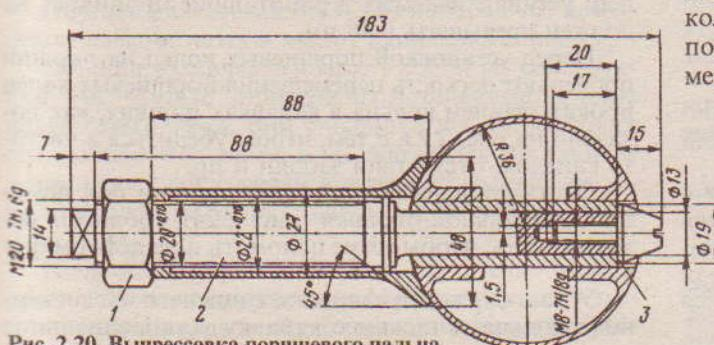

Рис. 2.20. Выпрессовка поршневого пальца
- ✓ вставить винт приспособления для выпрессовки поршневого пальца (рис. 2.20) в отверстие пальца и ввернуть наконечник. Заворачивая гайку приспособления, выпрессовать поршневой палец и снять поршень;